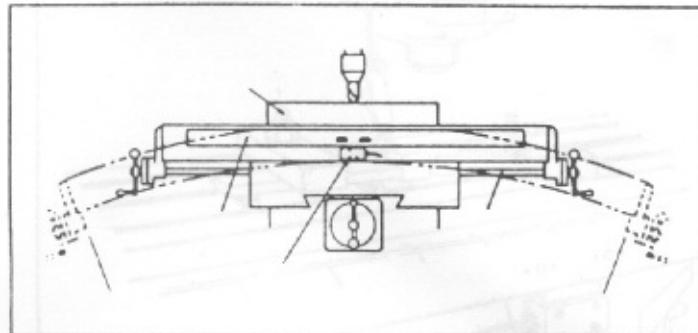

Figure 4.1 Courbe d'erreur d'Abbé d'une table (exagérée). Déplacement sur une fraiseuse avec une table en porte à faux
- a) la gravité terrestre provoque des contraintes au niveau des structures de la machine (voir Figure 4.1), particulièrement lorsqu'une lourde pièce est posée sur une table de machine en porte à faux. Le résultat de ces contraintes aboutit à ce que l'on appelle communément l'erreur d'Abbé (le paragraphe suivant fournit des explications plus détaillées).